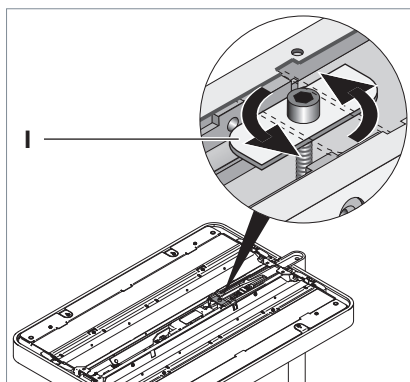

Fig. 4: Tourner la plaque de réglage.
- Soulevez légèrement la tête du luminaire et tournez la plaque de réglage **I** de 90°, voir Fig. 4.